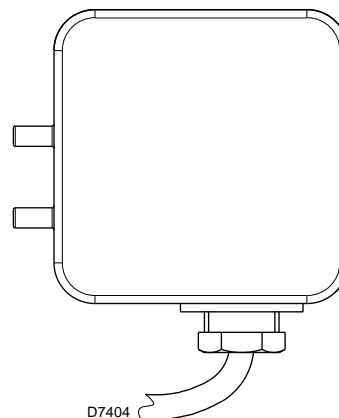

Fig. 19
- Regular el presostato aire (Fig. 19) en el inicio de la escala.
Regular el presostato de aire (Fig. 19) tras haber realizado todas las demás regulaciones del quemador con el presostato de aire regulado al inicio de la escala.